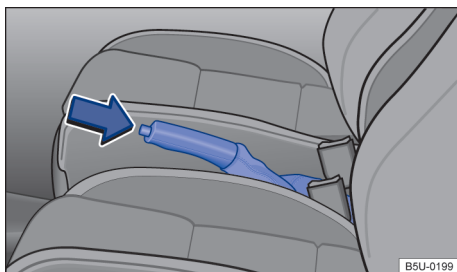

Fig. 89 Entre os bancos dianteiros: alavanca do freio de estacionamento.
- Puxar a alavanca do freio de estacionamento para cima com o botão bloqueador pressionado → Fig. 89 (seta).
- O freio de estacionamento está puxado quando, com a ignição ligada, a luz de controle (D) no instrumento combinado está acesa → Página 108.
- Puxar a alavanca do freio de estacionamento um pouco para cima e pressionar o botão bloqueador → Fig. 89 (seta).